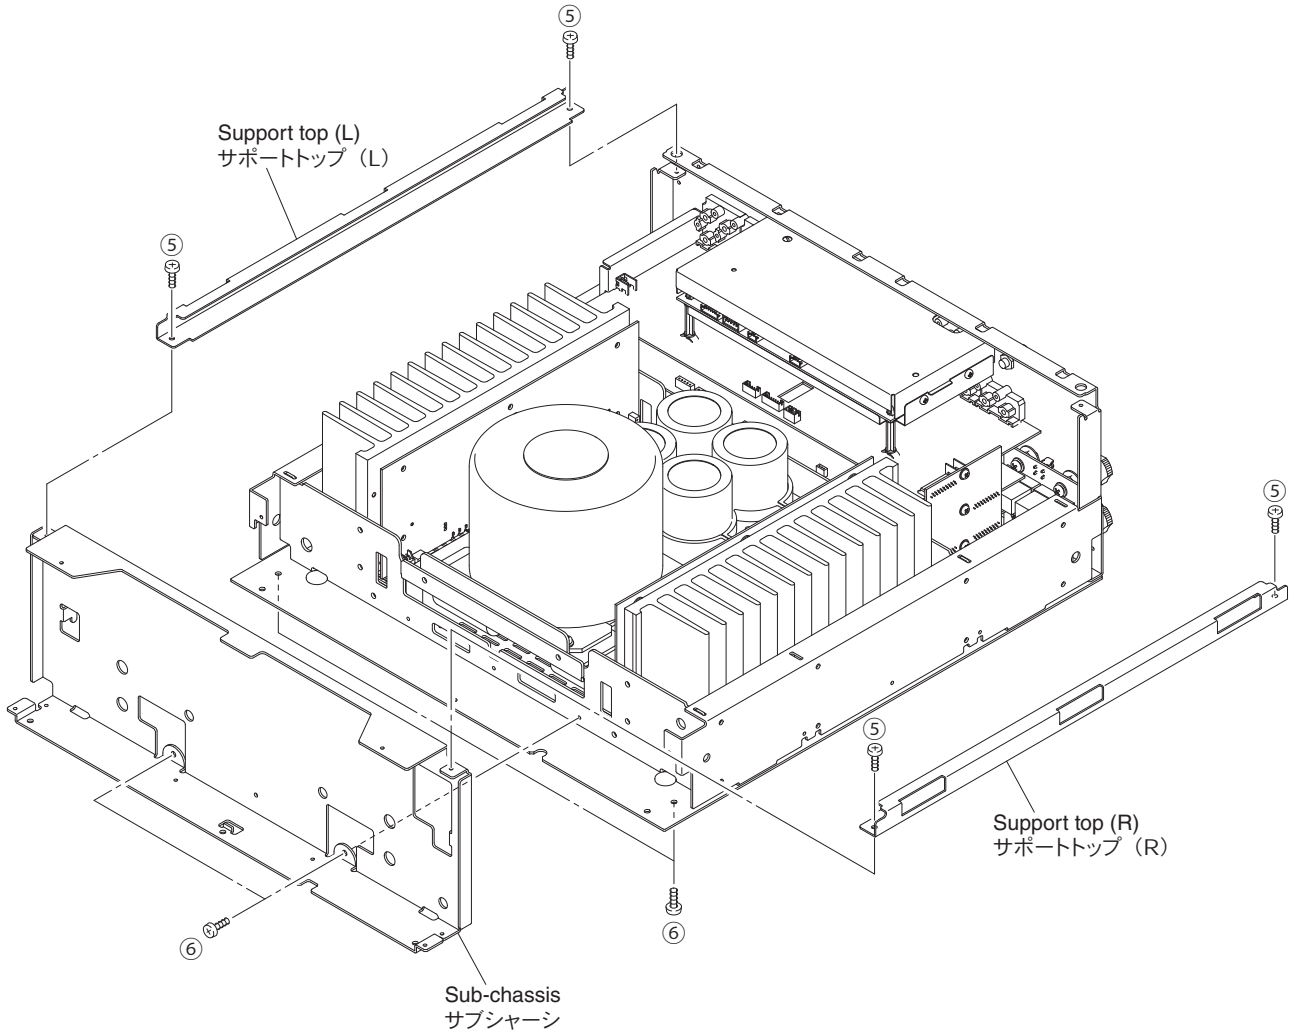

Fig. 6
- Remove 4 screws (⑤). (Fig. 6)
- Remove the support top L and support top R. (Fig. 6)
- Remove 4 screws (⑥). (Fig. 6)
- Remove the sub-chassis. (Fig. 6)
- ⑤のネジ4本を外します。(Fig. 6)
- サポートトップLとサポートトップRを外します。(Fig. 6)
- ⑥のネジ4本を外します。(Fig. 6)
- サブシャーシを外します。(Fig. 6)